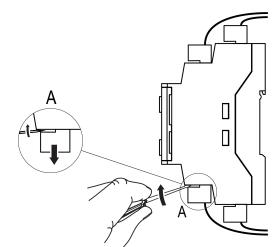

Рисунок 3 – Отсоединение съемных частей клемм
- Отделить от прибора съемные части каждой из клемм вместе с подключенным внешними линиями связи с помощью отвертки или другого подходящего инструмента (см. рисунок 3).